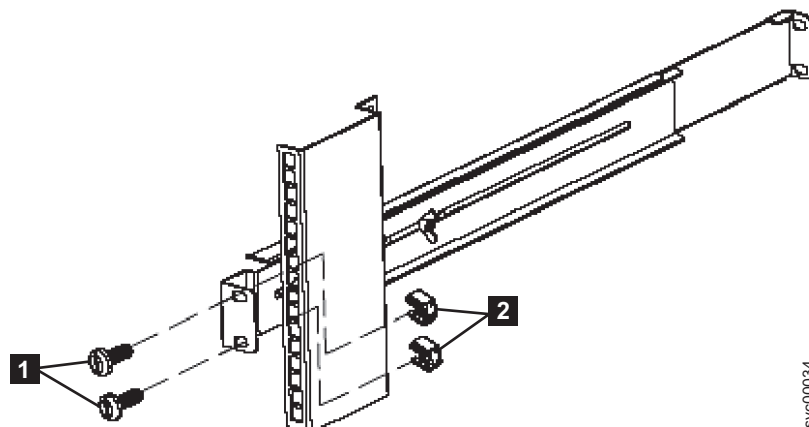

図 51. 2145 UPS-IU への背面レールの固定
7. 2つの M6 × 10 ねじ (図 51 の **1**) と 2つのクリップ・ナット **2** を使用して、レールをラック背面に取り付けます。お客様のラックは、ここに示されているものとは異なる場合があります。その時には、異なるクリップ・ナットまたは締め金具が必要です。